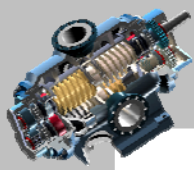

图 3.7.2 “绘图视图”对话框
Step3. 在 **类别** 区域中选取 **视图显示** 选项，如图 3.7.2 所示，在 **显示样式** 下拉列表选中 **消隐** 选项，单击 **确定** 按钮，完成操作后该视图的显示如图 3.7.1b 所示；如果选取 **线框** 选项，则该视图的显示如图 3.7.1c 所示；如果选取 **隐藏线** 选项，则该视图的显示如图 3.7.1d 所示。